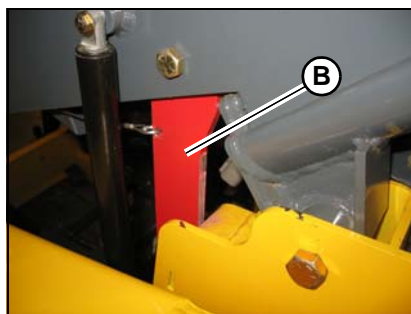

Figura 88 – Mecanismo de bloqueio da estrutura ROPS/FOPS
- Incline a estrutura ROPS/FOPS para cima e para trás, afastando as alavancas de comando do caminho. Incline a estrutura ROPS/FOPS lentamente para trás, até o mecanismo de bloqueio (B, Figura 88) bloquear a estrutura ROPS/FOPS na posição levantada.